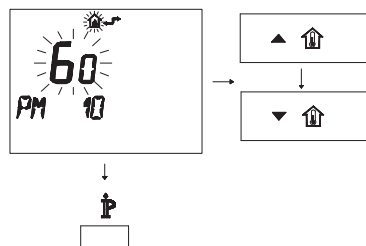

Figura 5.53
- Per modificare il SET programmato agire sui pulsanti ▲ ⏸ o ▼ ⏸ e aspettare che il numero programmato cominci a lampeggiare (Figura 5.53).